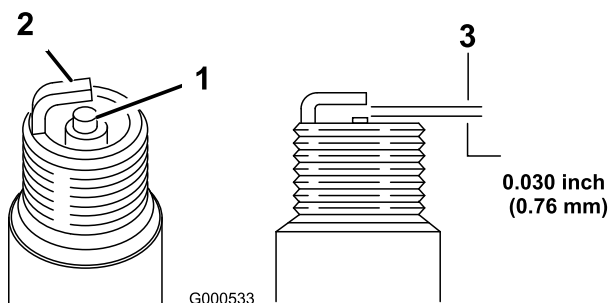

Figure 40
1. Examinez le centre de la bougie (Figure 40). Si le bec de l'isolateur est recouvert d'un léger dépôt gris ou brun, le moteur fonctionne correctement. S'il est couvert d'un dépôt noir, c'est généralement signe que le filtre à air est encrassé.
2. Contrôlez l'écartement entre l'électrode centrale et l'électrode latérale (Figure 40). Courbez l'électrode latérale (Figure 40) si l'écartement est incorrect.